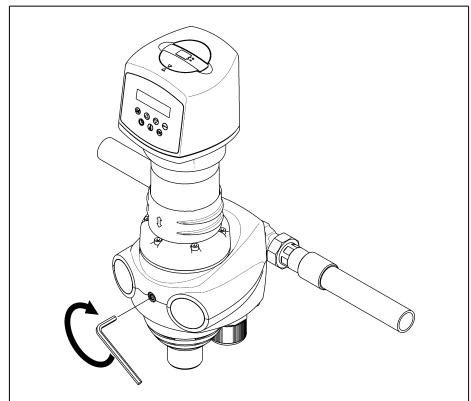

Abb. 4: Montage JPM-QC-AT
- Die zentrale Schraube in der Frontseite mit einem Innen-Sechskantschlüssel festschrauben (siehe Abb. 4).